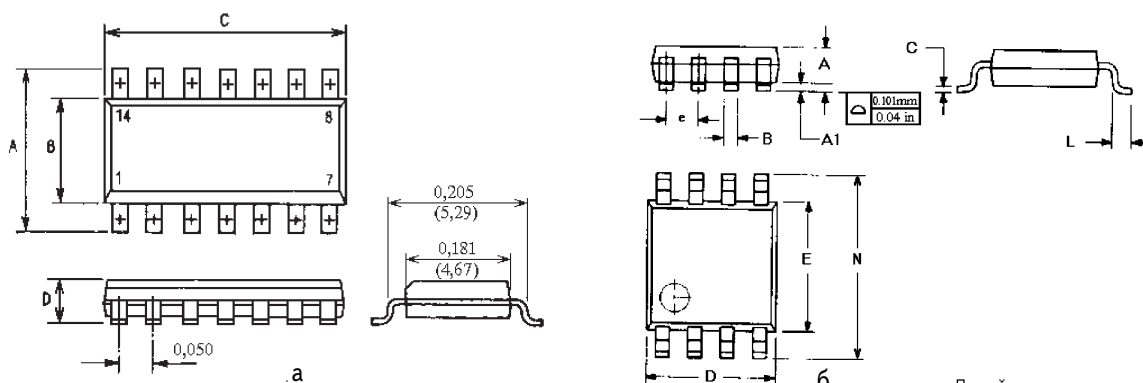

рис.1
Для уменьшения массы и габаритов подавляющее большинство преобразователей изготавливают в мини-корпусах типа SO(IC) и микрокорпусах типа μ MAX. Мини-корпуса SO (рис.1а)
Разработка фирмы MAXIM микрокорпуса типа μ MAX - следующий шаг по пути минимизации массогабаритных характеристик микросхем. Чертеж микрокорпуса показан на рис.1,6 а размеры приведены в табл.2.